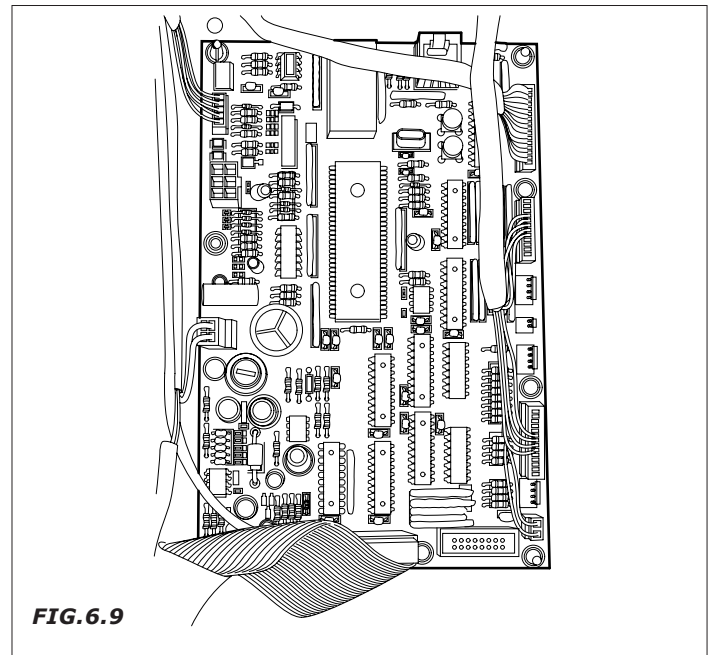

FIG. 6.9
6.6 Tarjeta electrónica (Fig. 6.9)